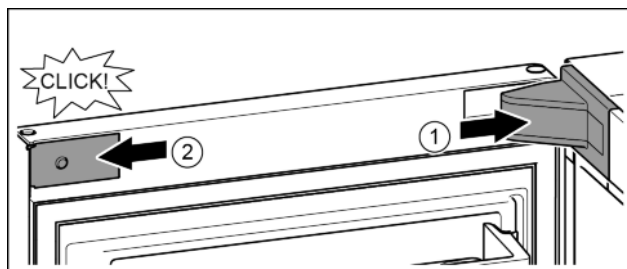

Fig. 24
- ▶ Założyć osłonę i zazębić, ew. ostrożnie odsunąć. Fig. 24 (1)
- ▶ Założyć zasłonę z boku i zazębić. Fig. 24 (2)